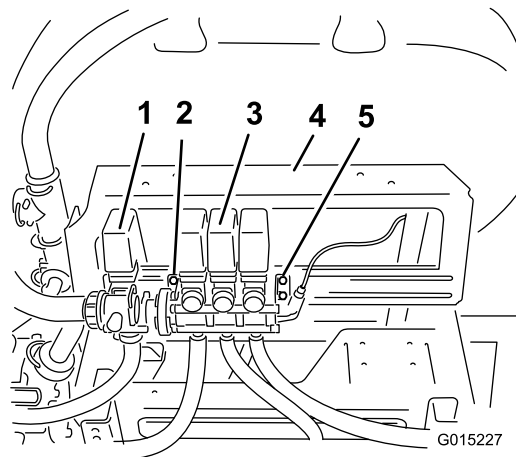
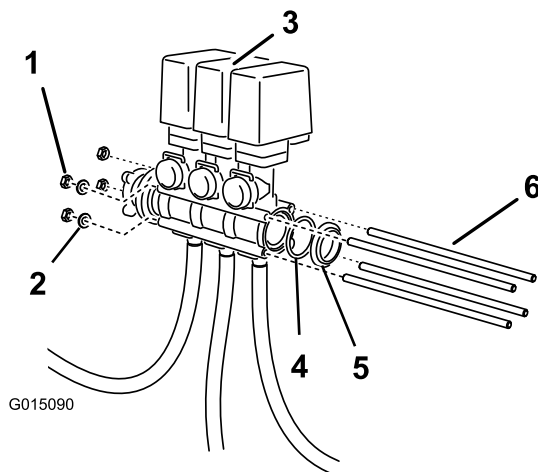

図 4
図 6
1. ブーム・バルブ・アセンブリを右側取り付けブラケットに固定しているボルトをゆるめる (外さないこと) (図 4)。
8. ブーム・バイパス・バルブのボディについている穴に、ねじ山付きのロッドを通し、取り付けレールに近い方のロッド 2 本については、左側取り付けブラケットに通す (図 4 と 図 6)。